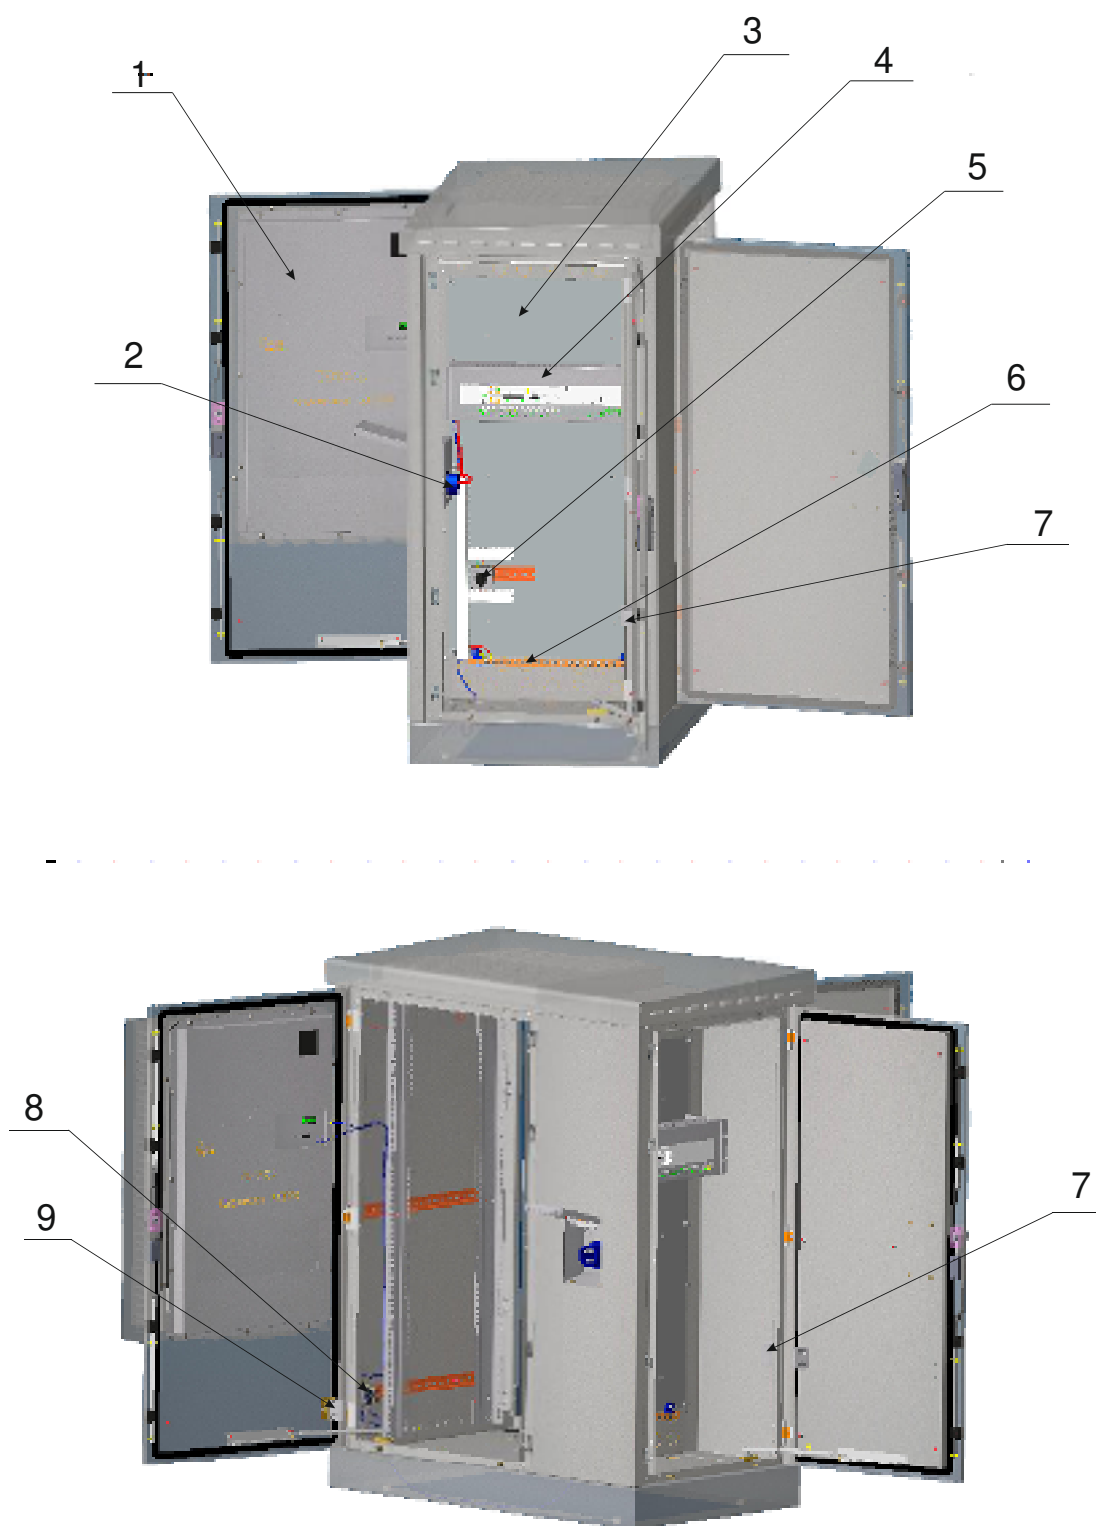
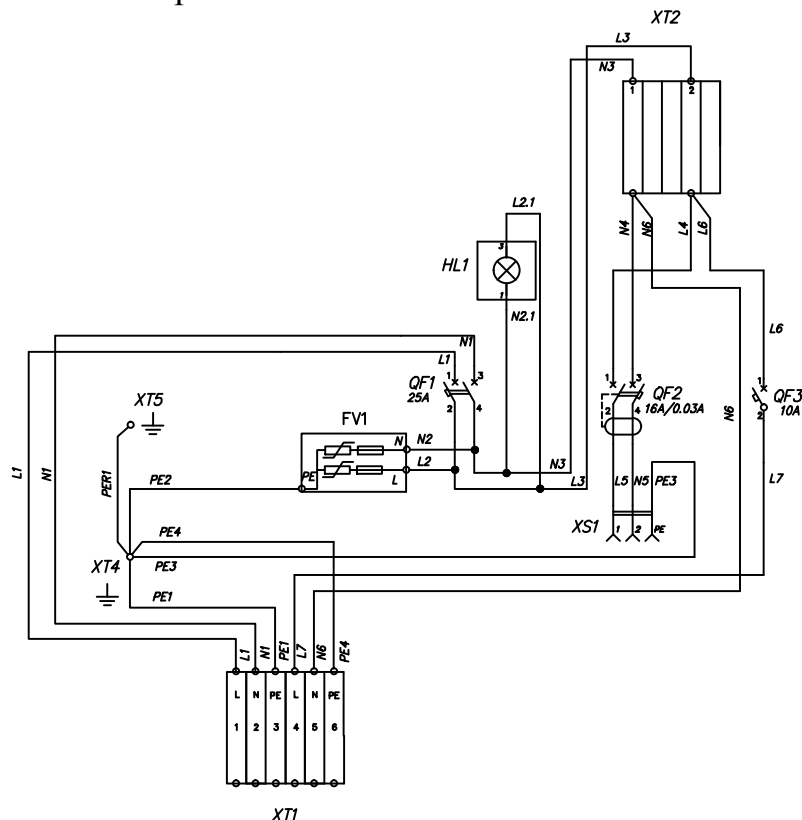

Рисунок 1. Общий вид шкафа серии ШТВ-2
Рисунок 3. Схема ВРУ
На оцинкованной панели (поз.3 рис.1) расположена DIN-рейка с кулачковый переключателем (поз.5 рис.1 для переключения питания с внешней сети на ДГУ), пластиковые короба, шина заземления (поз.6 рис.1) и ВРУ – вводно-распределительного устройства (поз.4 рис.1). Схема ВРУ показана на рис. 3. Внешние источники питания подключаются к однофазной вводной вилке (поз.2 рис.1). Система климат-контроля шкафа (поз.1 рис.1) встроена в дверь и подключен к одному из датчиков двери (поз. 9 и поз.7 рис.1) и к клеммным зажимам (поз.8 рис.1). Питание системы климат-контроля осуществляется через ВРУ.
ВРУ (вводно-распределительное устройство) представляет собой набор активных компонентов в отдельном корпусе. ВРУ может крепиться как на вертикальные направляющие так и на монтажную панель с помощью специальных кронштейнов. ВРУ служит для распределения питания, защиты шкафа от перегрузок и утечек, а также для защиты оборудования от высоких токов перенапряжения и грозовой защиты. Схема ВРУ и обозначение элементов представлена на рис.3 и табл.1.
Для защиты оборудования внутри шкафа от грозовых и внутренних перенапряжений в ВРУ используется ограничитель перенапряжения (FV1 на рис.3). Ограничитель перенапряжения состоит из основания и сменного модуля с индикатором: оранжевый - требуется замена модуля, зеленый флажок - в рабочем состоянии. Имеет встроенную тепловую защиту. Проверять состояние модулей следует согласно табл. 3.
3. Перевести автоматический выключатель (QF2) в положение «включено». Проверить с помощью специального инструмента напряжение 220В в розетке ВРУ (XS1 рис.3).